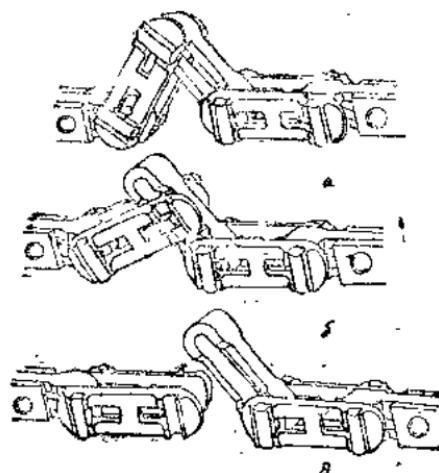

图 3 耦子的拆卸方法
鏈子的拆卸方法(图3)：
1.松弛鏈子，取下开口銷子及内环夹板(图3，a)；
再将工字銷扭轉90°角(图3，6)。
3. 取下工字銷使鏈斷开(图3，B)。